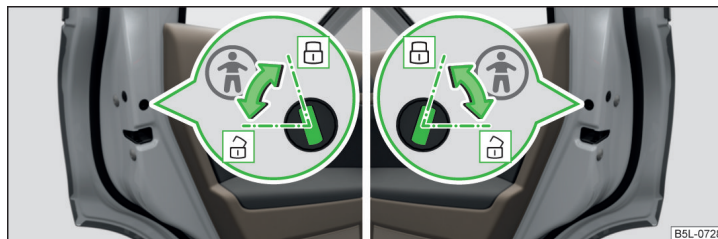

Fig. 34 Portiera spate: Activarea/dezactivarea siguranței pentru copii
- Pentru **activare**, rotiți siguranța cu cheia în poziția » fig. 34.